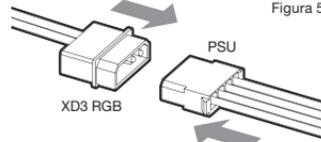

Figura 5
6. Collegare il cavo di alimentazione principale dell'XD3 RGB collegando un connettore Molex a 4 pin dall'alimentatore (Figura 5).